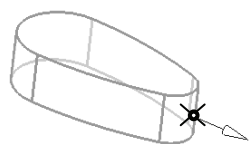

图 7.1.15 最小半径位置
(2) 单击**确定**按钮，曲面的最小半径位置如图 7.1.15 所示，半径值见图 7.1.16 所示的“信息”窗口。